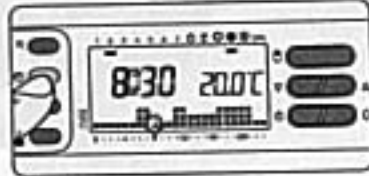

Fig. 22
**3.8** - Premere il pulsante **M** per terminare la procedura di impostazione ora e giorno (fig. 22).